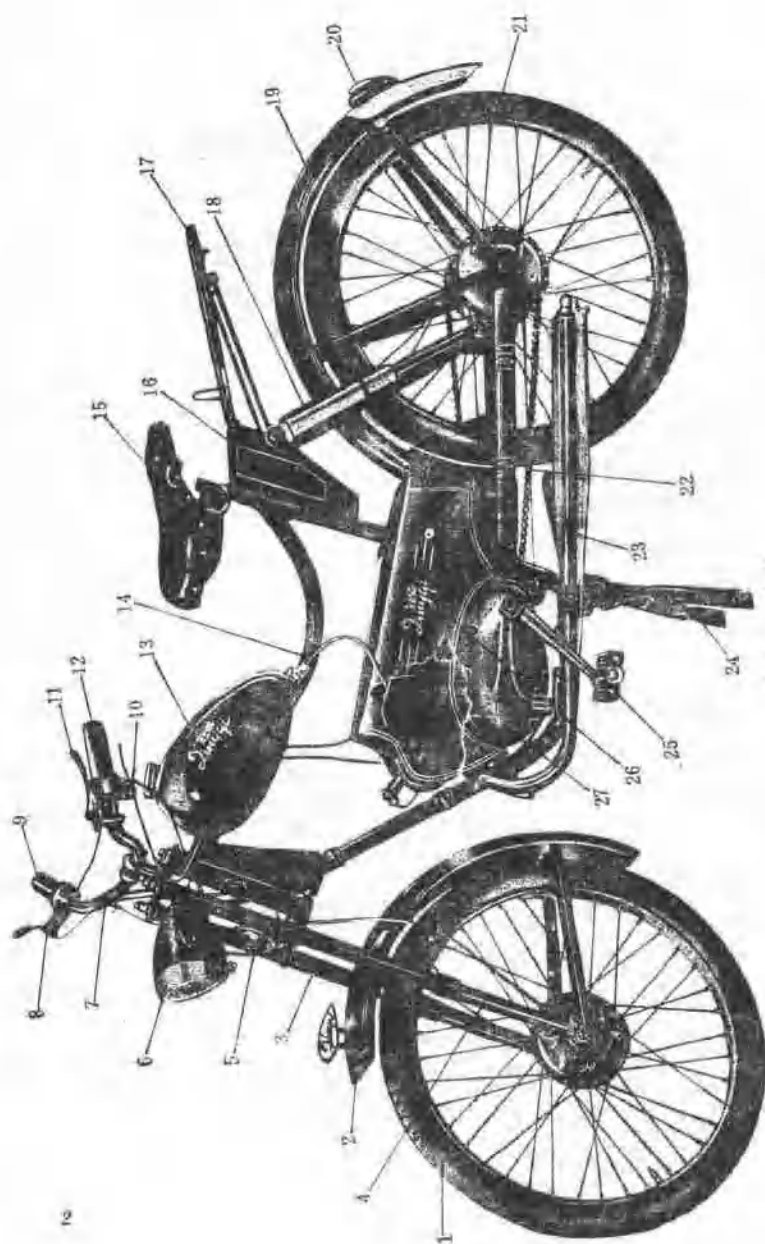

图 1-1 全貌
第一节 两用车的构造(见图1-1)	(1)
第一节 两用车的构造(见图1-1)